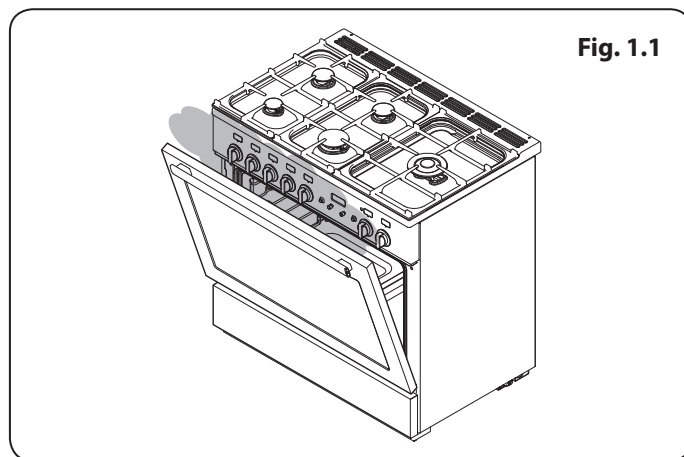

Fig. 1.1
- La cuisson d'aliments à haute teneur en eau peut produire une « bouffée de vapeur » à l'ouverture de la porte du four. Lorsque vous ouvrez la porte du four, reculez-vous et attendez que la vapeur se soit dissipée. (Fig. 1.1).